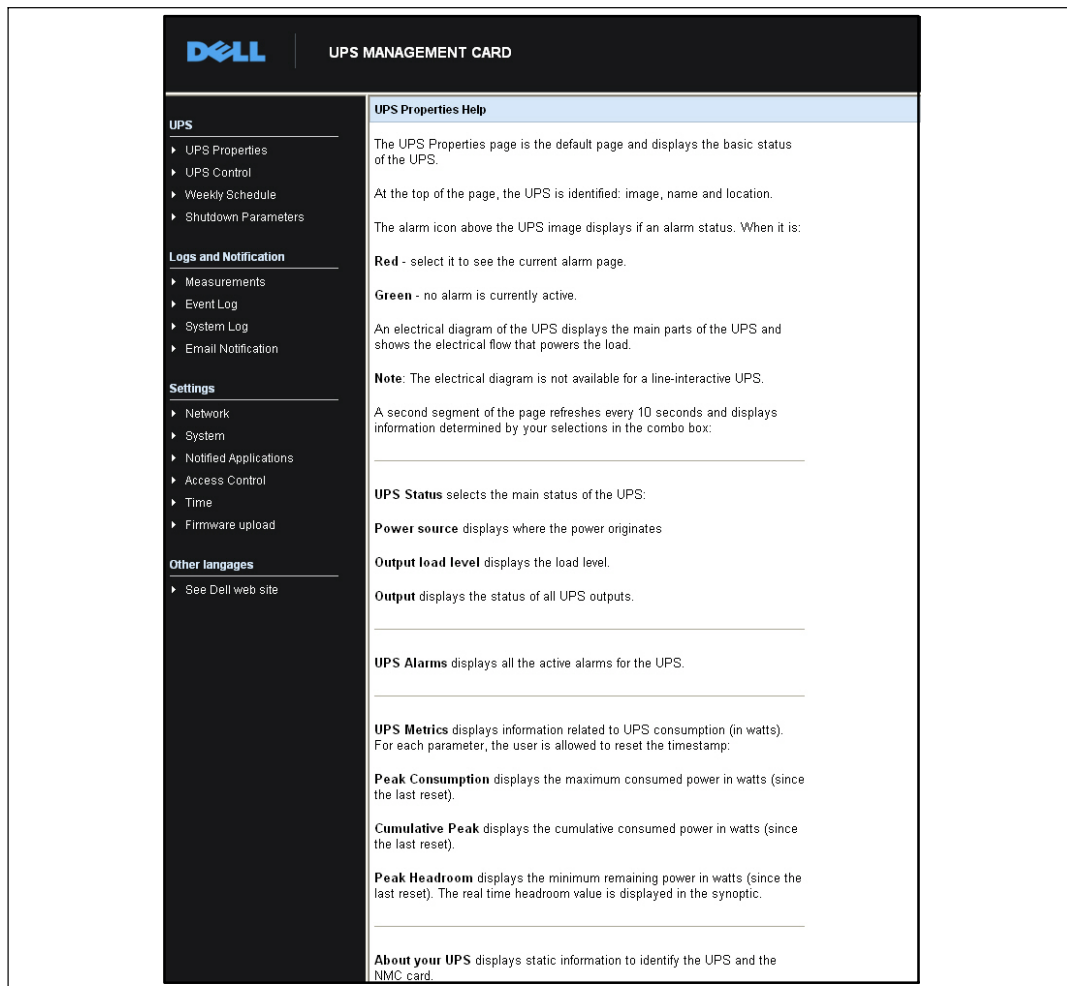

Figura 15. Ejemplo de Ayuda en línea
- 1 Haga clic en **Ayuda**. Se abre la página de Ayuda (consulte la Figura 15).